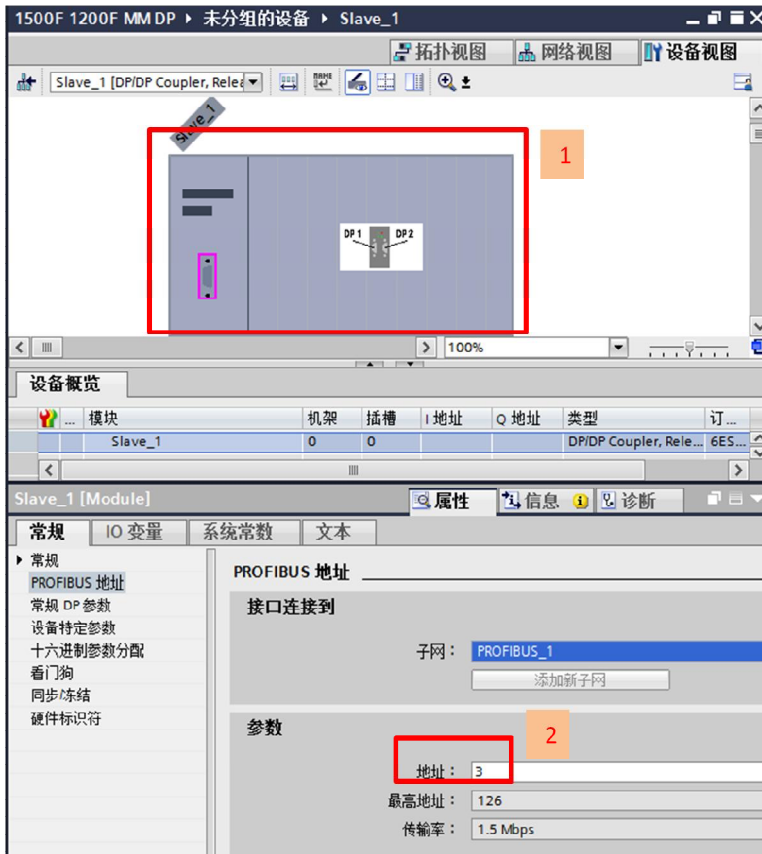

图 2-8 分配 DP 主站及从站地址
8) 将 DP/DP Coupler 分配给 DP 主站，并进入 DP 从站分配参数，从站地址 3，如图 2-8，实物中 DP/DP Coupler 左侧 DP1 的从站拨码设置 3。